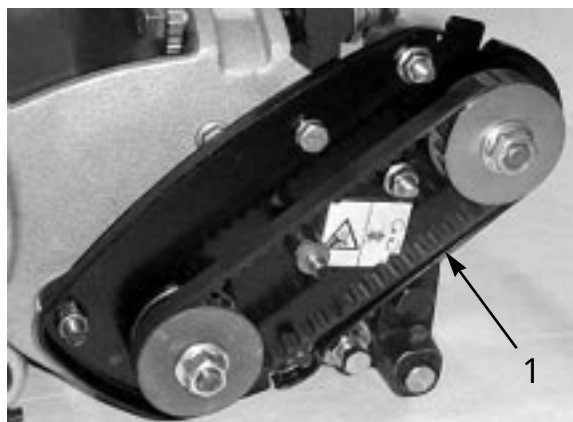

図 37
2. プーリ間の中央 (図37) を指で押して点検する。1.5 ~ 2.5 kg 程度の力で押した時のたわみが 6 mm 程度あるのが適正。たわみがこの範囲になければ、以下の要領で調整する。